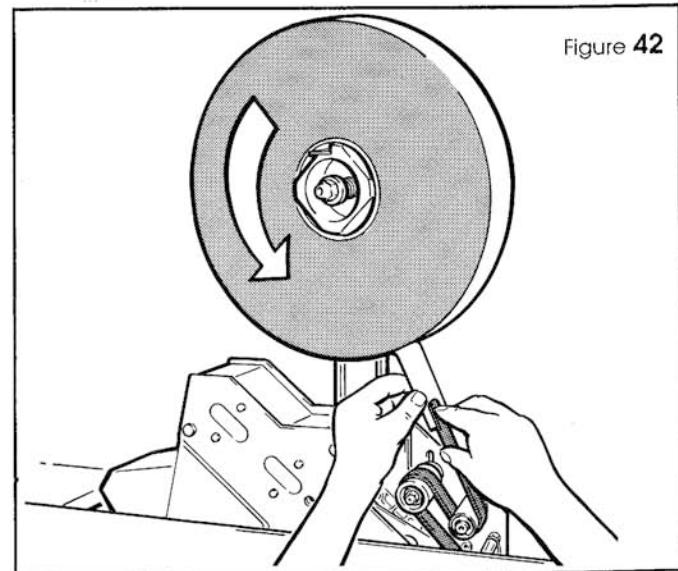

Figure 42
Appliquer l'extrémité du ruban sur l'extrémité supérieure de l'aiguille de filetage, comme indiqué sur la Figure 42.
Maak het begin van het plakband goed vast aan het uiteinde van de doorsteeknaald, zoals in Figure 42 getoond wordt.
- Appliquer l'extrémité du ruban sur l'extrémité inférieure de l'aiguille de filetage, comme indiqué sur la Figure 42.
- Maak nu het uiteinde van het plakband aan de doorsteeknaald vast (zie Figure 42).